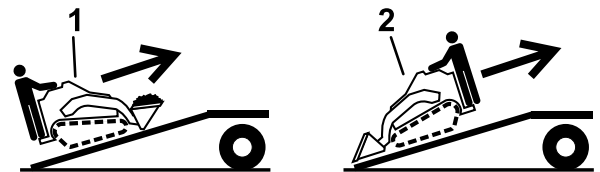

Figura 26
5. Cargue la máquina en el remolque por la rampa con el extremo más pesado hacia arriba, y la carga en la posición más baja posible (Figura 26).